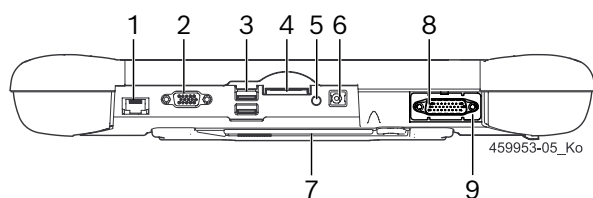

Fig. 2: KTS 350 Afișaj interfețe
1. Introduceți cablul de conexiune OBD în KTS 350 (fig. 2, poz. 8) și la nivelul vehiculului, la interfața OBD.